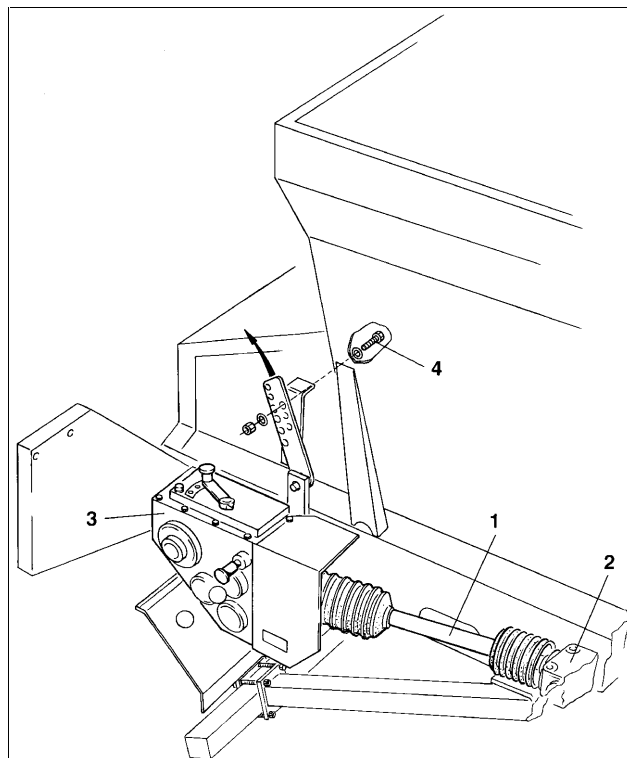

Fig. 73
1. Gelenkwelle (Fig. 73/1) unter dem Großflächenstreuer von der Antriebswelle abziehen und am Winkelgetriebe (Fig. 73/2) des Bodenrades anschließen. Damit die Gelenkwelle (Fig. 73/1) nicht zu stark abgewinkelt wird, ist das Förderbandgetriebe (Fig. 73/3) entsprechend zu schwenken. Nach lösen der Skt. – Schraube M16 (Fig. 73/4) kann das Getriebe entsprechend verstellt werden. Einstellung mit Skt. – Schraube sichern.